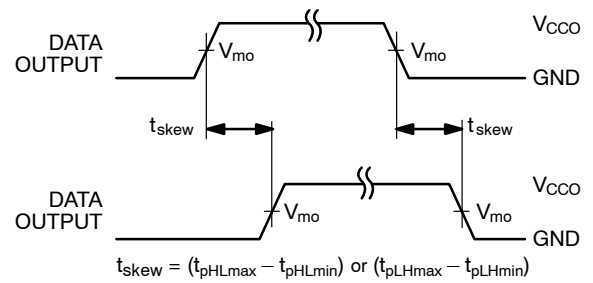

图 15. 输出偏差 (SKEW) 时间
14. 偏斜是输出信号之间传播延时的变化, 仅适用于同一端口的输出信号 ( $A_n$ 或 $B_n$ ), 且以相同的极性切换 (低电平至高电平或高电平至低电平) (见 图 15)。偏差 (Skew) 没有经过测试。